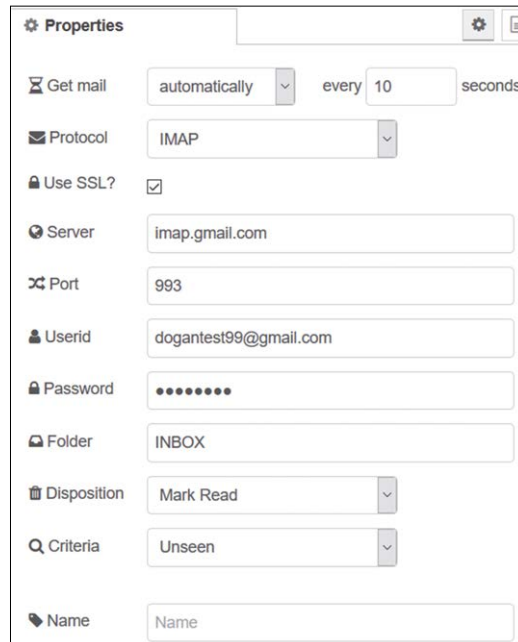

Figure 5.28 Configurer l'e-mail dans le nœud
- Cliquez, faites glisser et déposez le **envoyer par courriel** nœud à l'espace de travail. Configurez ce nœud comme indiqué dans la figure 5.28 et cliquez **Terminé**. Le nœud est configuré pour vérifier la présence d'incom- Envoi d'e-mails toutes les 10 secondes. Les e-mails sont censés-compte avec le nom d'utilisateur : dogantest99@gmail.com, où le mot de passe doit également être spécifié (vous devrez remplacer ceux-ci à vos propres détails de compte Gmail)